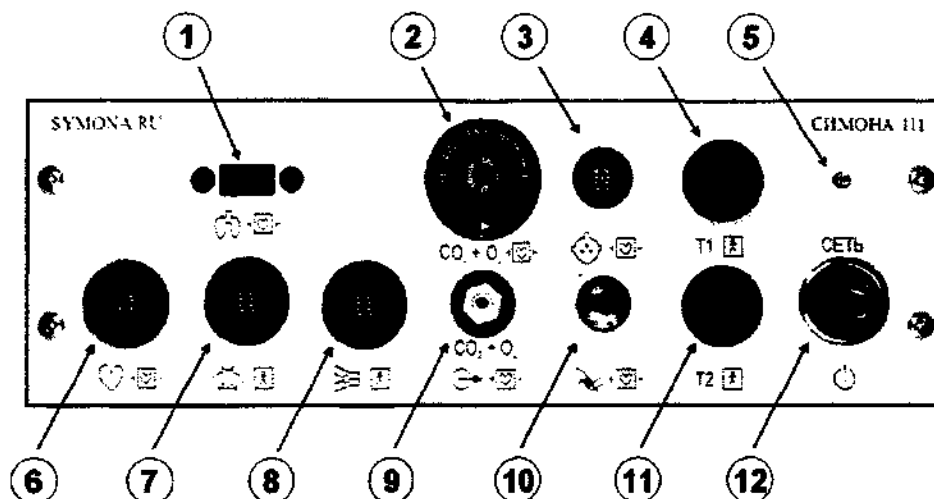

Рисунок 1.
9. Чтобы включить ЭИБ нажмите кнопку 12 «Сеть» на передней панели ЭИБ (рисунок 1).
1. Подключите разъем кабеля ЭКГ к разъему зеленого цвета на передней панели ЭИБ (рис. 1, позиция 6)
2. Подключите разъем кабеля РЕО к разъему красного цвета на передней панели ЭИБ (рис. 1, позиция 7).
- 1 Подключите удлинительный кабель SpO2 к разъему SpO2 синего цвета (рис.1, позиция 8).